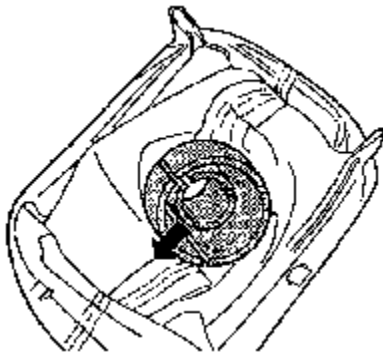

图 9-16 分开防尘套与换挡手柄
(1) 将防尘套的内侧向外转，用螺丝刀小心地按照图 9-16 所示箭头方向撬杠杆部分的同时拉出换挡手柄。